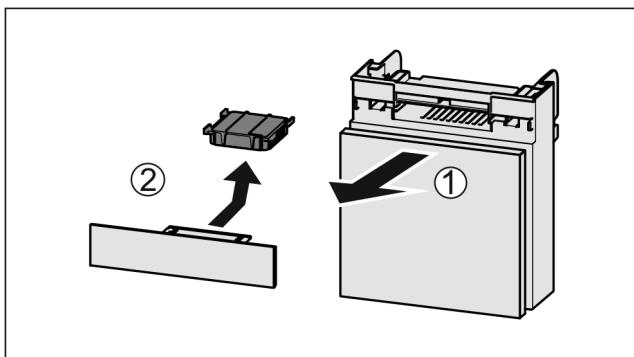

Fig. 52
- Издърпайте Fig. 52 (1) напред отделението.
- Извадете Fig. 52 (2) филтъра с активен въглен.